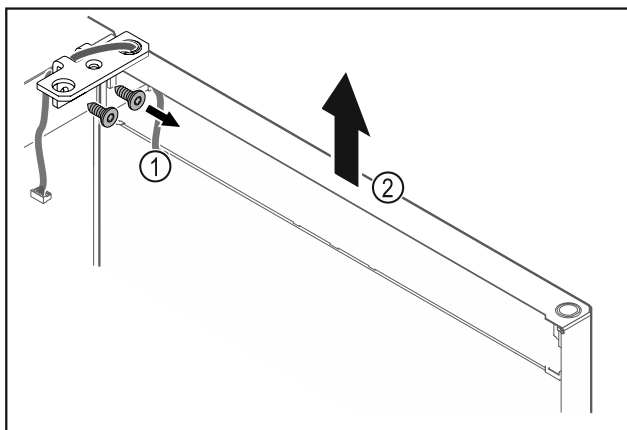

Fig. 19
- Odvrnite kutne šarke Fig. 19 (1).
- Dignite vrata s kutnim šarkama Fig. 19 (2) cca 200 mm ravno prema gore i skinite ih.